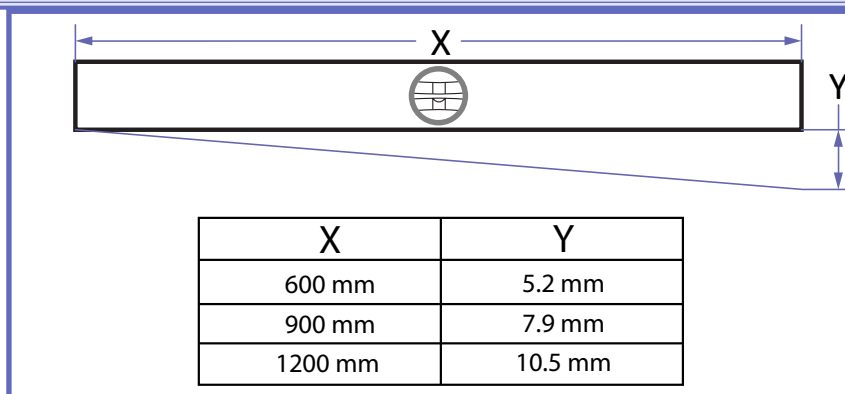

Fig. 2
- Le plancher doit avoir une inclinaison de moins de 0,5°. Voir la « Fig. 2 » afin de déterminer la pente du plancher. Utiliser un niveau ou contacter un fournisseur en cas de doute sur la pente du plancher.